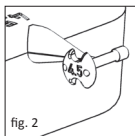

fig. 2
■ **fig. 1a, 1b/2** Sizer disk (fig. 1a, 1b) for totale proteser er utstyrt med åtte satellittformet plasserte enkeltsizere av ulike lengder (3.0-7.0 mm). På baksiden av hver sizer er den aktuelle lengden angitt (fig. 2). Utsparingene og boringene har til funksjon å gi vektreduksjon, samt å gi bedre oversikt under måleprosedyren i mellomøret.